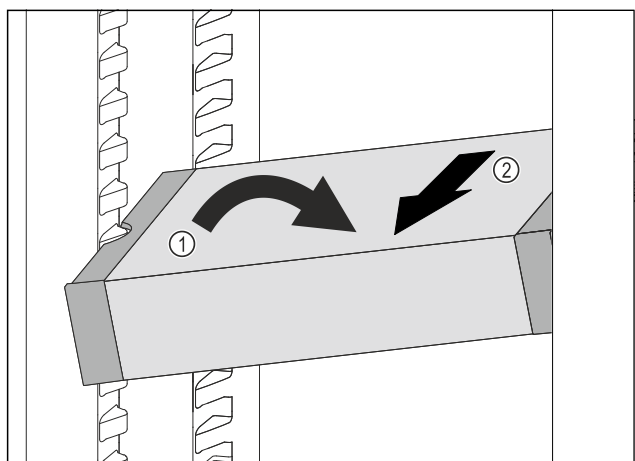

Fig. 108
- Ukosite ladicu VarioSafe u hladnjaku. Fig. 108 (1)
- Izvadite ladicu VarioSafe prema naprijed. Fig. 108 (2)